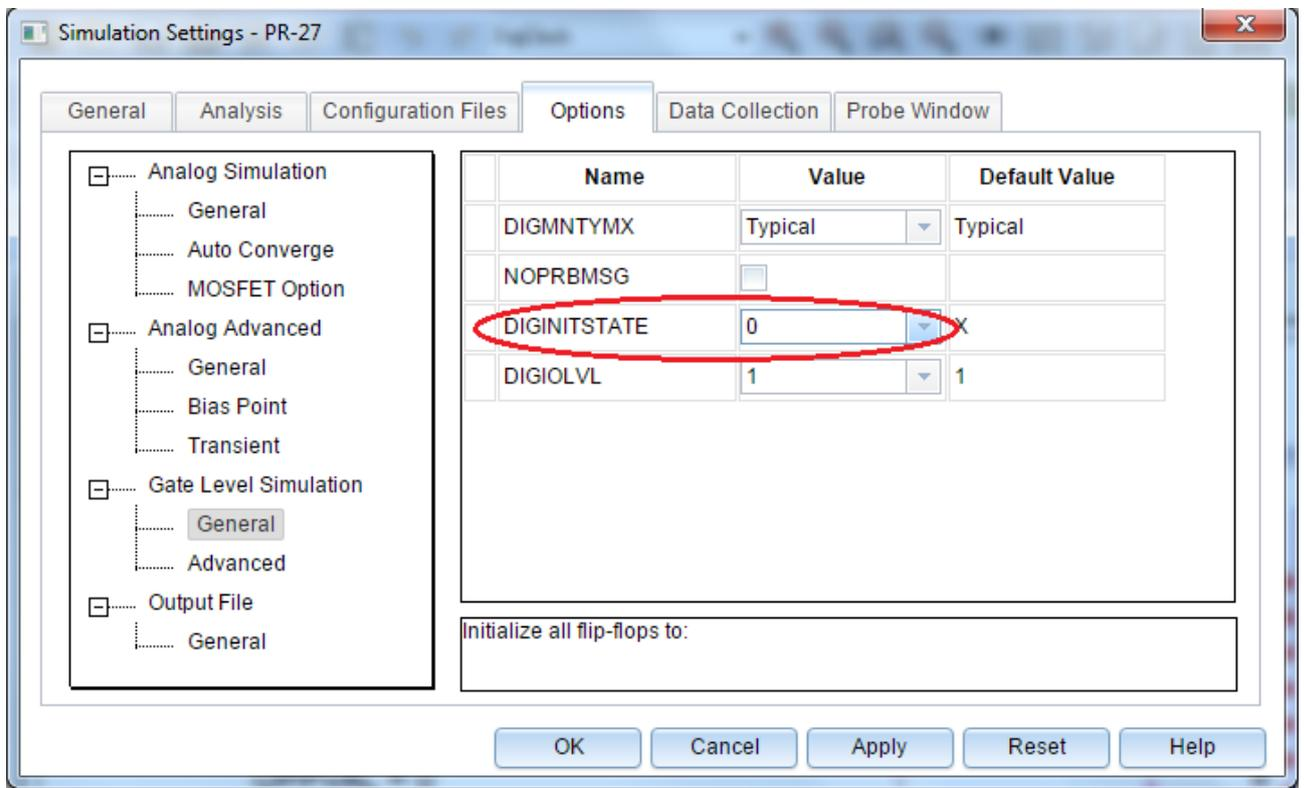

Рис. 7.6. Установка нулевого состояния цифровых схем
2. Перейдите на вкладку Options и выберите категорию Gate Level Simulation> General. Установите начальное значение цифровых схем нулевым: DIGINITSTATE = 0 (рис. 7.6). Закройте профиль моделирования.